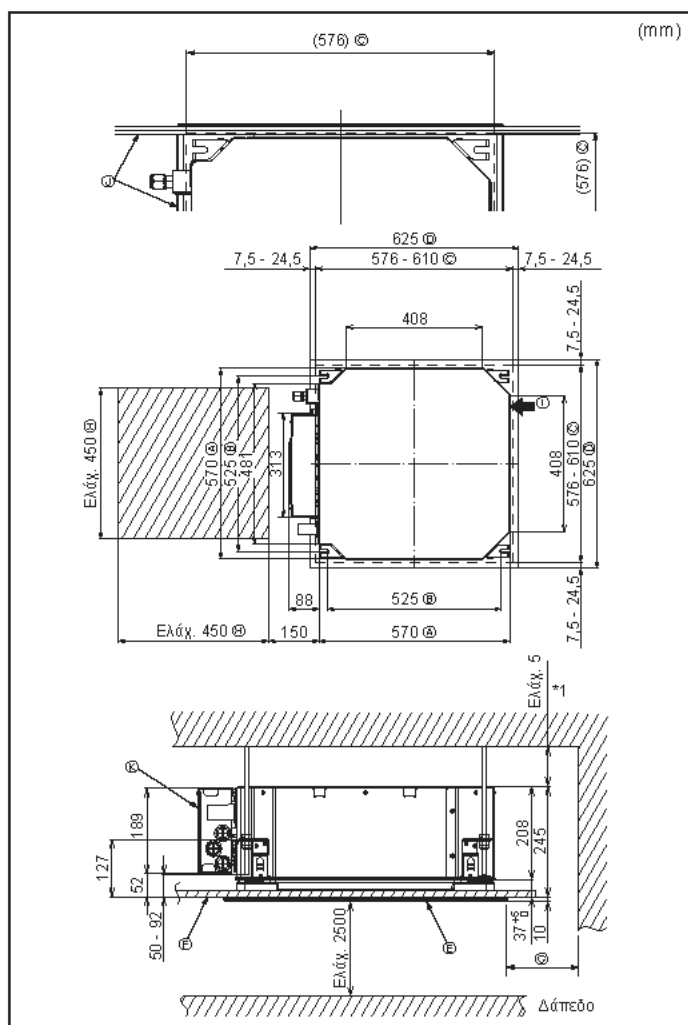

Fig. 4-2
②	Ροδέλες (με μόνωση)	4
③	Ροδέλες (χωρίς μόνωση)	4
④	Κάλυμμα αγωγού (για τους συνδέσμους της σωλήνωσης ψυκτικού)
⑤	μικρής διαμέτρου (υγρού)	1
⑥	μεγάλης διαμέτρου (αερίου)	1
⑦	Ταινία (μεγάλη)	6
⑧	Ταινία (μεσαία)	2
⑨	Ταινία (μικρή)	2
⑩	Ακροσύνδεσμος αποστράγγισης	1
⑪	Μόνωση	1
4.2. Ανοίγματα στην οροφή και θέσεις για την τοποθέτηση των μπουλονιών ανάρτησης (Fig. 4-2)